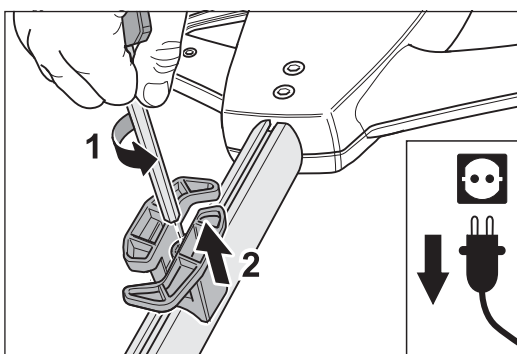

Fig. 21 Aflojamiento del tornillo. NO extraer éste del todo; extracción del portacables CON el taco de corredera.
- 1 Para retirar o sustituir un portacables, afloje el tornillo en el centro del portacables. **¡No** extraiga el tornillo del taco de corredera por completo! Ahora puede retirar el portacables con el taco de corredera (fig. 21).